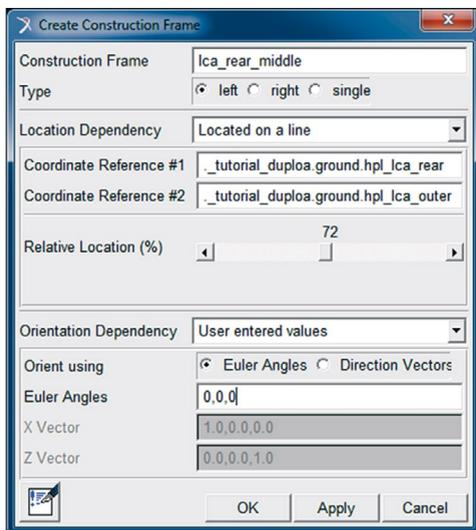

Figura 5.33 – Janela de construção do *Construction Frame* *lca_rear_middle*.
- Em seguida, será criado um novo *Construction Frame*, no qual as informações a serem fornecidas devem seguir o que mostra a Figura 5.33. Após a construção, repare que esses *Construction Frame* possuem seus eixos paralelos.